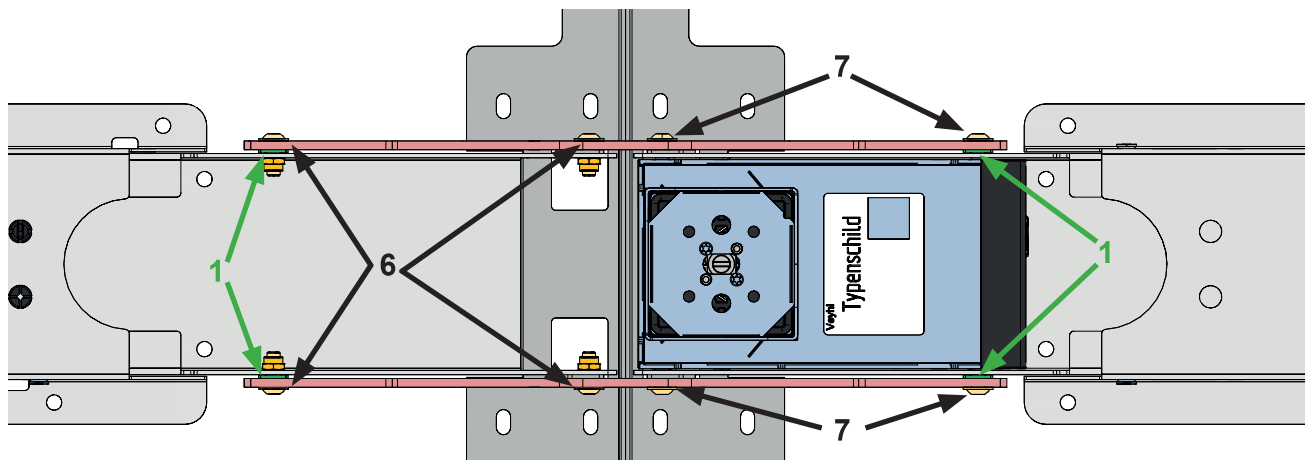

Abbildung 9: Mittelstoß des dreibeinigen Tischgestells mit Teleskoptraversen
- Positionieren Sie die Baugruppe so an der Traverse, wie es in der Abbildung 9 dargestellt ist. Achten Sie dabei darauf, dass die Verbindungsplatten mit den drei Gewindelöchern an der Traverse befestigt wird, in die keine Hubsäule eingebaut wird.
- Zwischen Traverse und Verbindungsplatte muss je Seite eine Unterlagsplatte (1) positioniert werden. Sehen Sie Abbildung 9.
- Befestigen Sie die Traverse an den Verbindungsplatten, indem Sie die M6x16 Schrauben durch den Plattenträger in die Traverse schrauben und die M6-Muttern auf der Innenseite der Traverse anbringen. Direkt am Mittelstoß wird bei diesem Schritt auch der Plattenträger mitbefestigt. Sehen Sie Punkte 6 in Abbildung 9.
- Schieben Sie die zweite Traverse auf die Hubsäule auf. Sodass diese zwischen Hubsäule und Plattenträger sitzt. Sehen Sie Abbildung 9.
- Positionieren Sie die Unterlagsplatte (1) zwischen Traverse und Verbindungsplatten.
- Verschrauben Sie die Verbindungsplatten, Traverse, Unterlagsplatten und den Plattenträger mit den M6x16 Schrauben in der Hubsäule. Punkte 7 in Abbildung 9.